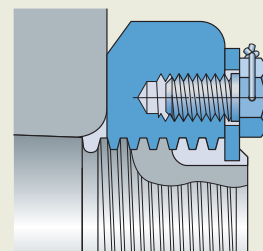

Fig. 7
- vengono vincolate sull'albero mediante graffe di bloccaggio serie MS (fig. 7).
- Le graffe di bloccaggio (fig. 7) impegnano una sede per chiavetta su albero o bussola di trazione e una scanalatura nel diametro esterno della ghiera di bloccaggio. Le graffe di bloccaggio si fissano alla ghiera mediante un bullone (fig. 11).